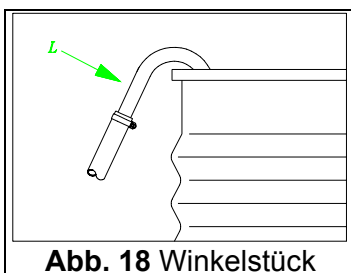

Abb. 18 Winkelstück
- **Während des Abfließens in den Kessel ist vor dem Anschließen der Luft an den Druckregler sicherzustellen, daß das Abfluß-Winkelstück "L" (siehe Abb. 18 und Generalschema Seite 3) fest verankert ist, damit es sich durch Einwirken des unter Druck stehenden Öles nicht bewegt und somit den Bediener und sich im Bereich befindliche Gegenstände nicht beschädigt.**
2. Den Abbläswinkel "L" (siehe Abb. 18 und Generalschema Seite 3) an dem Altölfaß verankern, in den man das Öl umfüllen will.